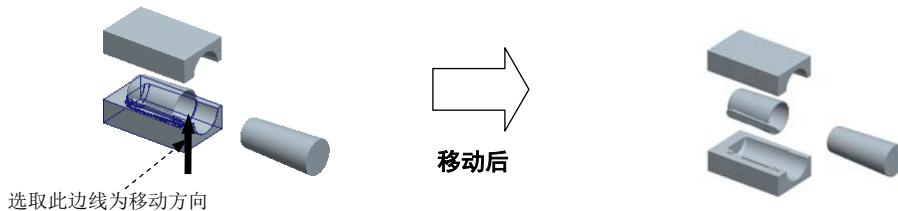

图 7.26 移动下模
Step1. 参考开模步骤 1 的操作方法，选取下模，选取图 7.26 所示的边线为移动方向，然后键入要移动的距离值 -100。